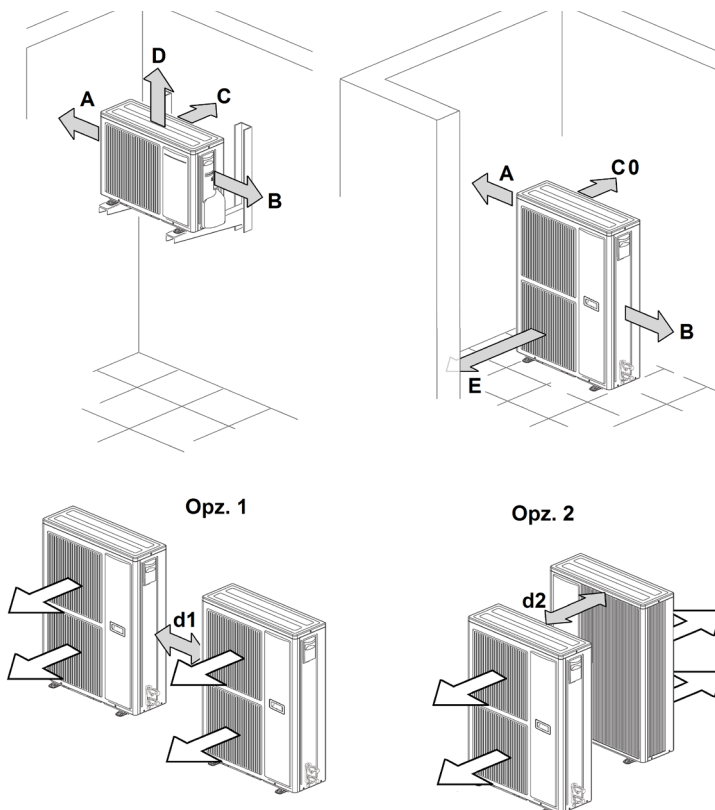

fig. 4
- Posizionarla rispettando le distanze minime da eventuali pareti, mobili o altro (Fig.4).